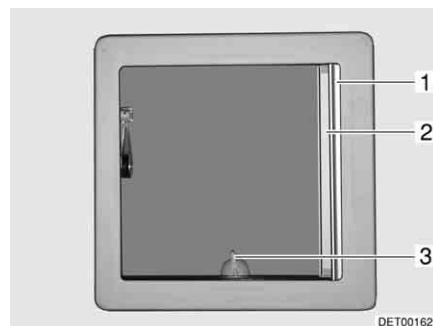
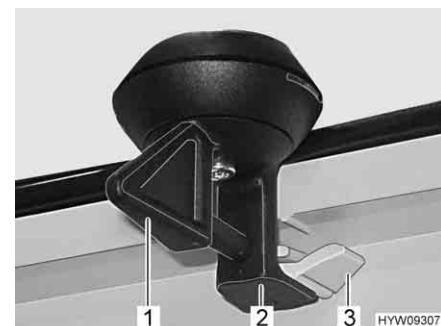

Fig. 73 Oblò inclinabile
Fig. 74 Bloccaggio (oblò inclinabile)
- Ruotare la leva (Fig. 74,1 o Fig. 73,3) di un quarto di giro.
- Girare la leva di un quarto di giro. Il bloccaggio (Fig. 74,2) deve entrare nell'aggancio inferiore (Fig. 74,3).
- Tirare la tendina oscurante pieghevole (Fig. 73,1) fino alla posizione desiderata e rilasciare. La tendina oscurante pieghevole rimane in questa posizione.
**Chiusura:** ■ Estrarre la zanzariera a rullo (Fig. 73,2) fino a quando non scatta il bloccaggio dalla parte opposta.